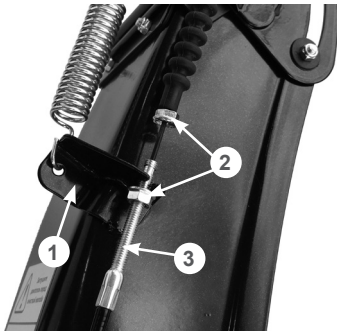

Рис. 22 Установка оболочки троса управления дефлектором жёлоба
- скрутите крайнюю гайку 2 с регулировочной муфты 3 троса и позвольте ей свободно болтаться на тросе (Рис. 22);
- одной рукой максимально наклоните дефлектор жёлоба вперёд, а второй рукой проденьте трос через прорезь в кронштейне 1, после чего вставьте регулировочную муфту в отверстие в кронштейне 1 (Рис. 22). Гайки крепления оболочки троса после этого должны оказаться по разные стороны кронштейна, как показано на Рис. 22. Закрутите гайки, не затягивая их;